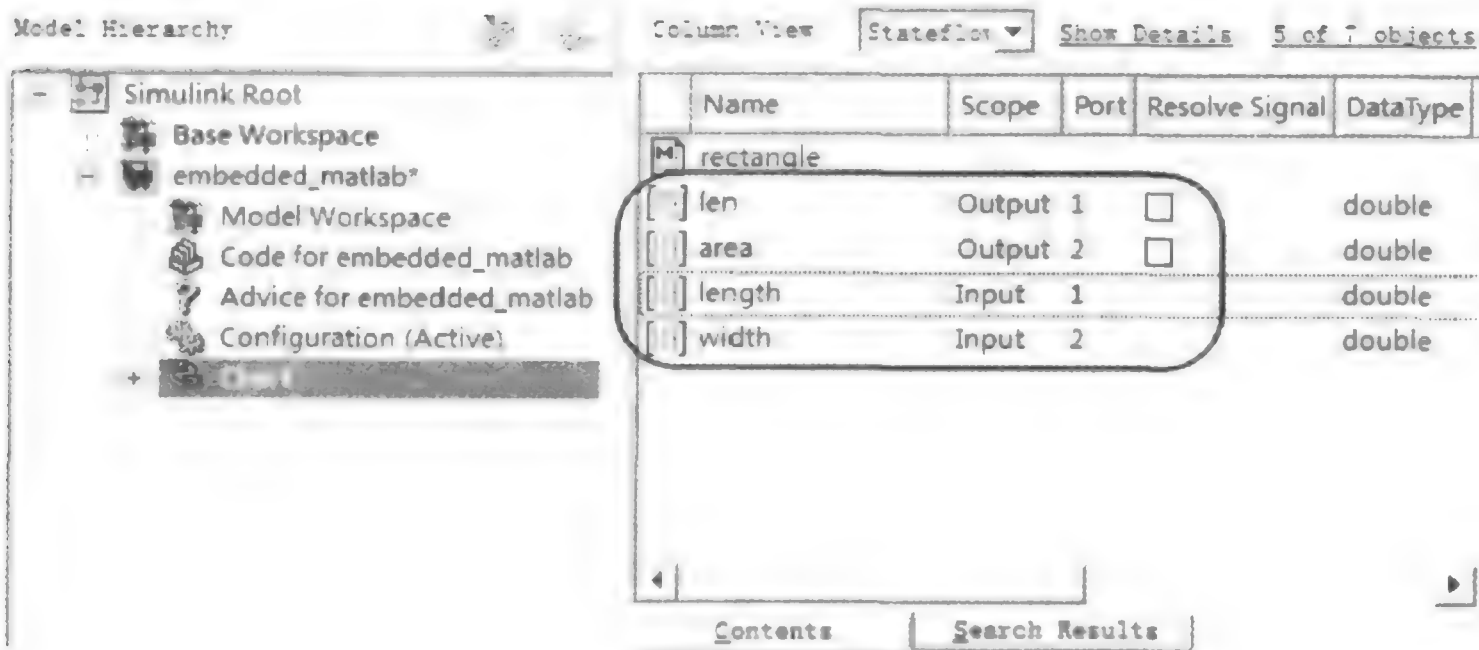

图 3.6.14 定义数据对象
(3) 在 Stateflow 中定义 4 个数据对象: `length`、`width` 为函数输入, `len`、`area` 为函数输出, 如图 3.6.14 所示。